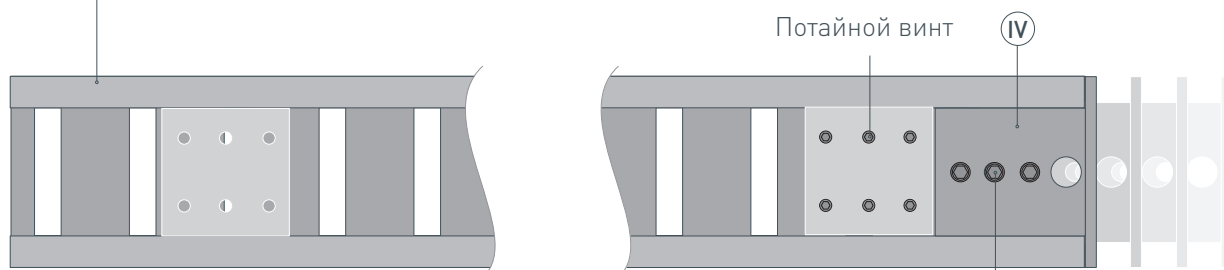

Рис. 2. Установка заглушки Ⓐ на профиль Ⓘ. Вид сверху
- 1** / Перед началом монтажа временно вытащите эластичную ленту-вставку Ⓛ из профиля Ⓘ. Установите на профиль Ⓘ фиксирующие крепления Ⓛ на одинаковом расстоянии друг от друга, как показано на рис. 1. Установите на один из концов профиля Ⓘ заглушку Ⓐ и при помощи шестигранного ключа зафиксируйте ее винтами из комплекта заглушек Ⓐ, как показано на рис. 2. Затяните потайными винтами фиксирующее крепление Ⓛ, расположенное на краю профиля Ⓘ с установленной заглушкой Ⓐ.